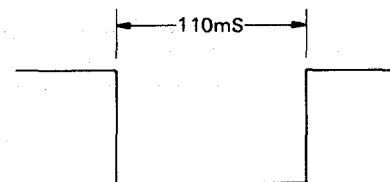

Abbildung 105.
2. Die Ausgabe des I2005 (Stift ⑨) auf einem Oszilloskop (äußere Auslösung, DA, Stift ⑧ ⊖) beobachten und den R2041 (Stop-Kontrolle) so einstellen, daß der resultierende Pegel wie in der Abb. 105 gezeigt, wird.